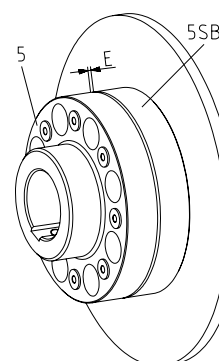

figura 15
- Desplace los elementos de transmisión hasta alcanzar la medida E (ver figura 15).